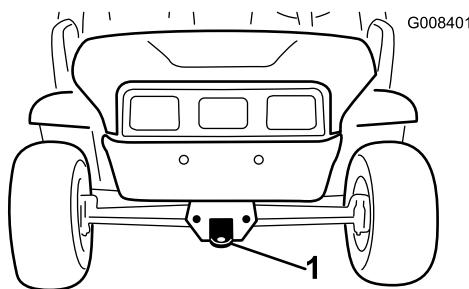
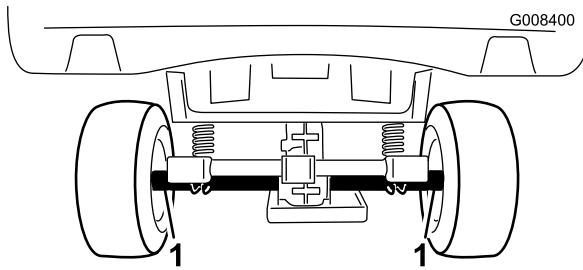

Figura 19
Figura 20
Utilizzate un rimorchio se dovete trasportare il veicolo a distanze considerevoli. Accertatevi che il veicolo sia fissato al rimorchio. Vedere Figura 19 e Figura 20 per conoscere la posizione dei punti di attacco.
2. Fissate una fune di traino al timone sulla parte anteriore del telaio della macchina (Figura 19).